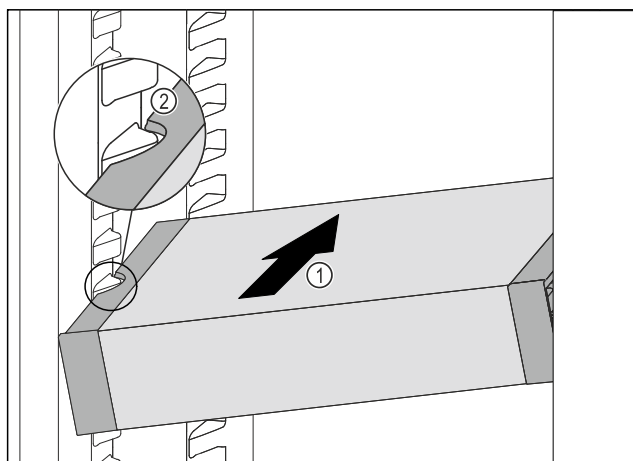

Fig. 98
- Predal VarioSafe potiskajte poševno v hladilnik Fig. 98 (1), dokler stranska izreza Fig. 98 (2) predala VarioSafe nista na višini nastavka za posodo v hladilniku.